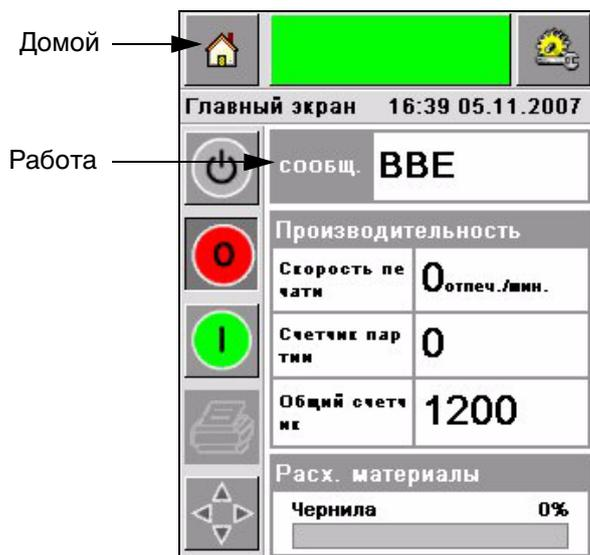

Рисунок 5-1: Пиктограмма Задание
- 1 Коснитесь *пиктограммы* *Задание* (Рисунок 5-1 на странице 5-2).